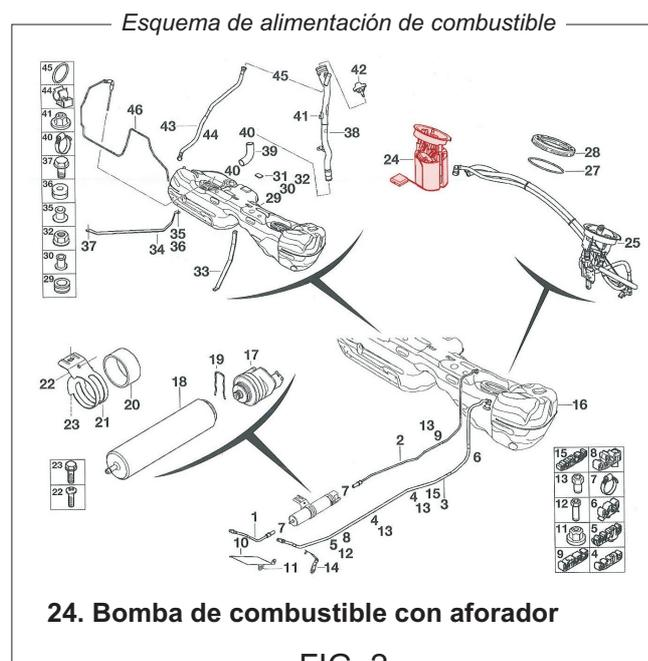

FIG. 2
- 5 Retirar la bomba de combustible (24) [FIG. 2].